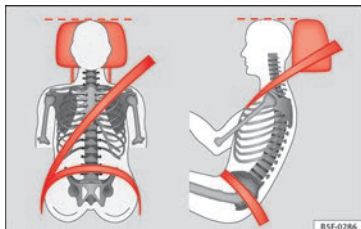

Fig. 57 Apoyacabezas ajustado correctamente visto de frente y lateralmente.
- Ajuste el apoyacabezas de modo que el borde superior quede, en la medida de lo posible, a la altura de la parte superior de la cabeza, como mínimo a la altura de los ojos » **fig. 57**.